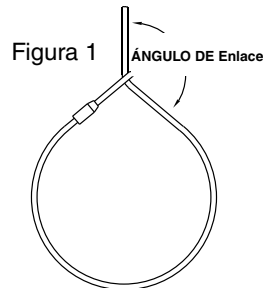

Figura 1
1. El ojo de la eslinga debe estar en posición enlazada (alrededor del cable vivo). Las aplicaciones de enlazado deben cumplir con los requisitos de ASME B30.9 Eslingas. Instale el enlace para lograr un ángulo de enlace mínimo de 120 grados (Ver Figura 1). Consulte la norma ASME B30.9 para disminuir la capacidad de la eslinga si el ángulo de enlace es mayor que 120 grados.